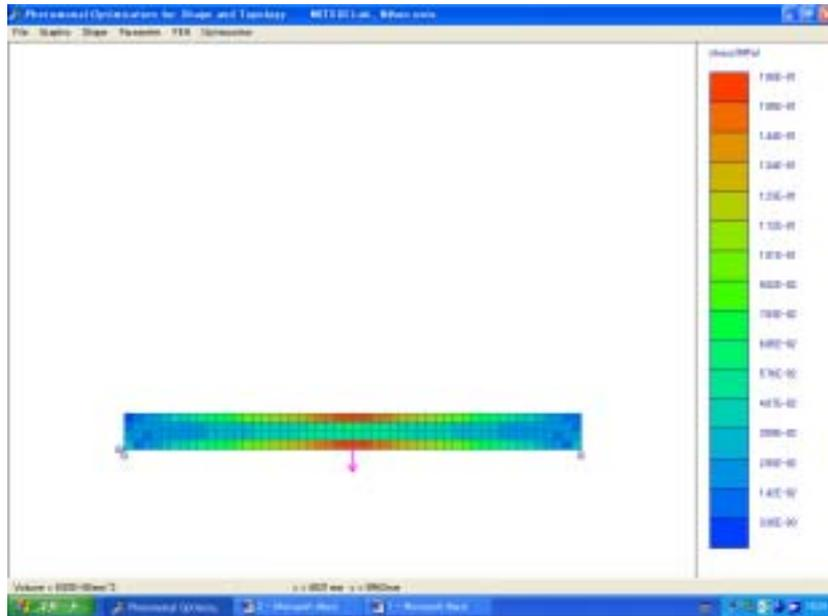

Fig.12
9. 全ての設定が終了したら、応力解析をスタートするために FEA メニューをクリックします。そうすると応力分布が色で表示されます。応力の非常に高い部分や応力がほとんど生じない部分があるでしょう。(Fig.12)